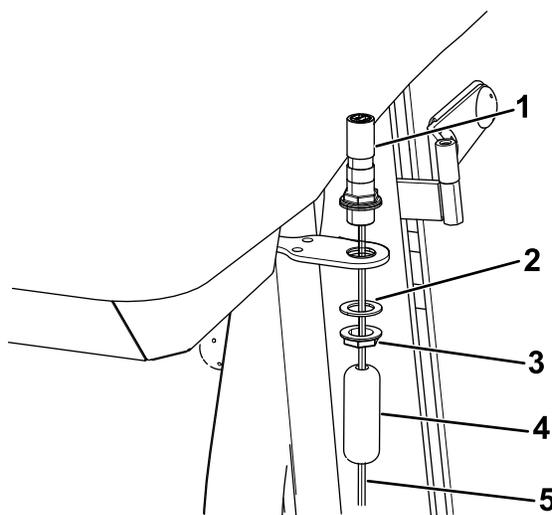

図 16
1. ビーコンスタンドをビーコンブラケットに取り付ける(図 16)。